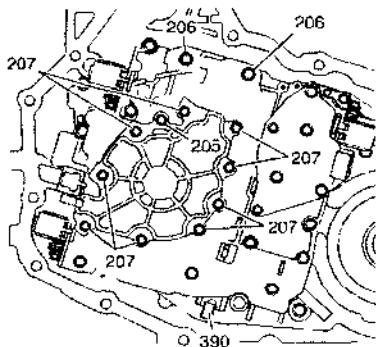
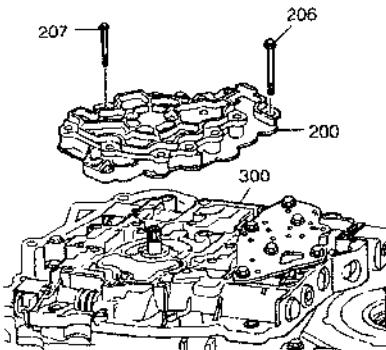
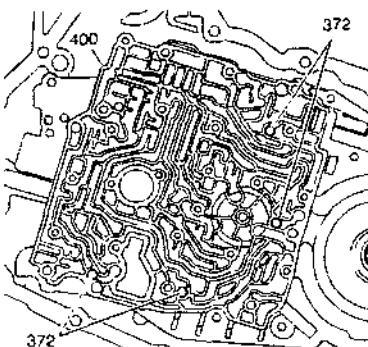

图 4.40 机油泵拆卸 1
图 4.41 机油泵拆卸 2
图 4.42 机油泵拆卸 3
- ① 拆卸 11 颗如图 4.40 所示的机油泵螺栓（206、207）。
- ② 这时切勿拆卸机油泵盖的一颗螺栓（205）。
- ③ 拆卸一个线束夹子（390）。
- ④ 将机油泵总成（200）由控制阀体（300）提起，如图 4.41 所示。
- ⑤ 将机油泵总成（200）置于其盖上。
- ⑥ 从壳体（400）拆卸四个单向球阀（372），如图 4.42 所示。